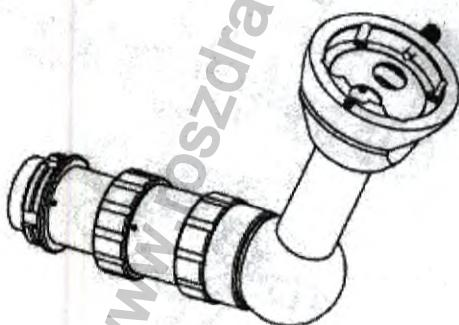

Рис. 23
10.4 Мост наблюдения для ассистента с наклонной головкой (рис.23)